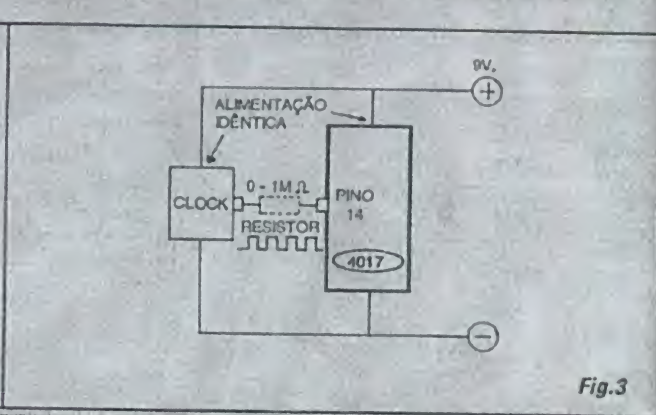

Fig.3
- FIG. 3 - **COMPATIBILIDADES E PARÂMETROS**... - Lembrar que em todos os exemplos de *clock* aqui mostrados, a Tensão de alimentação (parametrada,